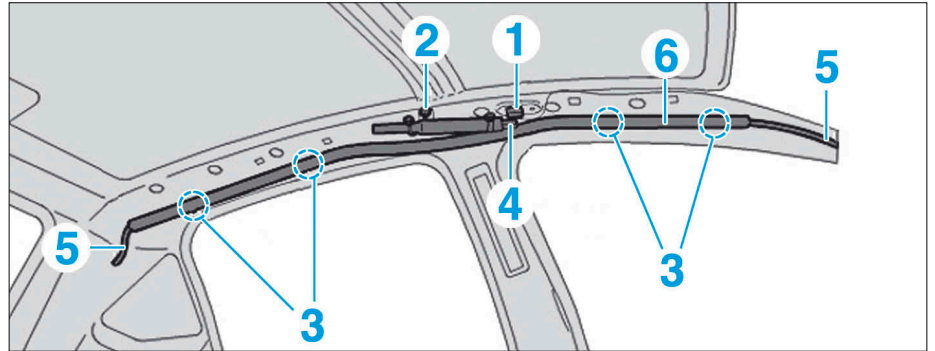

FIG. 5
- Déposer (Fig.5) :
- la vis (1),
- l'écrou (2).
- Dégrafer les entretoises (3).
- Débrancher le connecteur (4).
- Dégager les brins aux extrémités (5).
- Déposer l'airbag rideau (6).